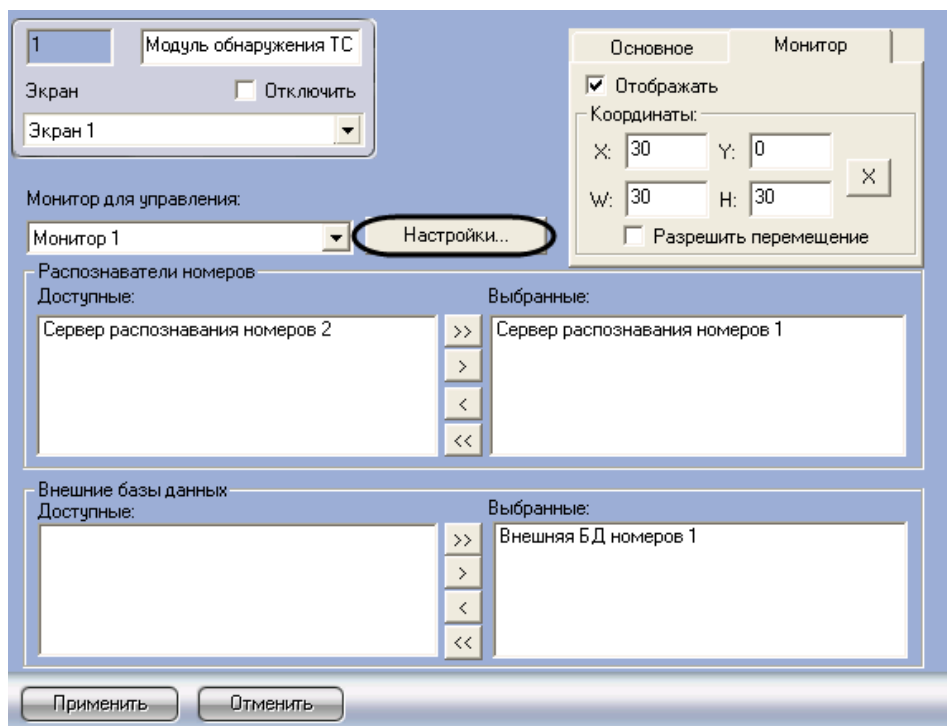

Рис. 7.8-9. Доступ к настройкам звукового оповещения при регистрации тревожных событий
1. Перейти на панель настройки объекта «Модуль обнаружения ТС» (Рис. 7.8-9).
2. Нажать кнопку «Настройки» (см. Рис. 7.8-9).